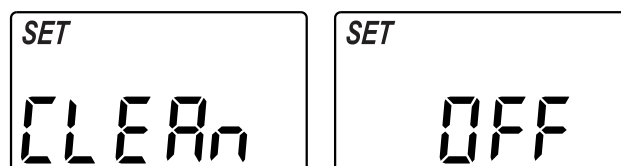

FIG. 28
2. Appuyez deux fois sur le bouton CHOISIR, jusqu'à ce que l'indication « SET CLEAN OFF » (désactivée la fonction de nettoyage) ou « SET CLEAN ON » (activée la fonction de nettoyage) s'affiche (consultez la figure 28).